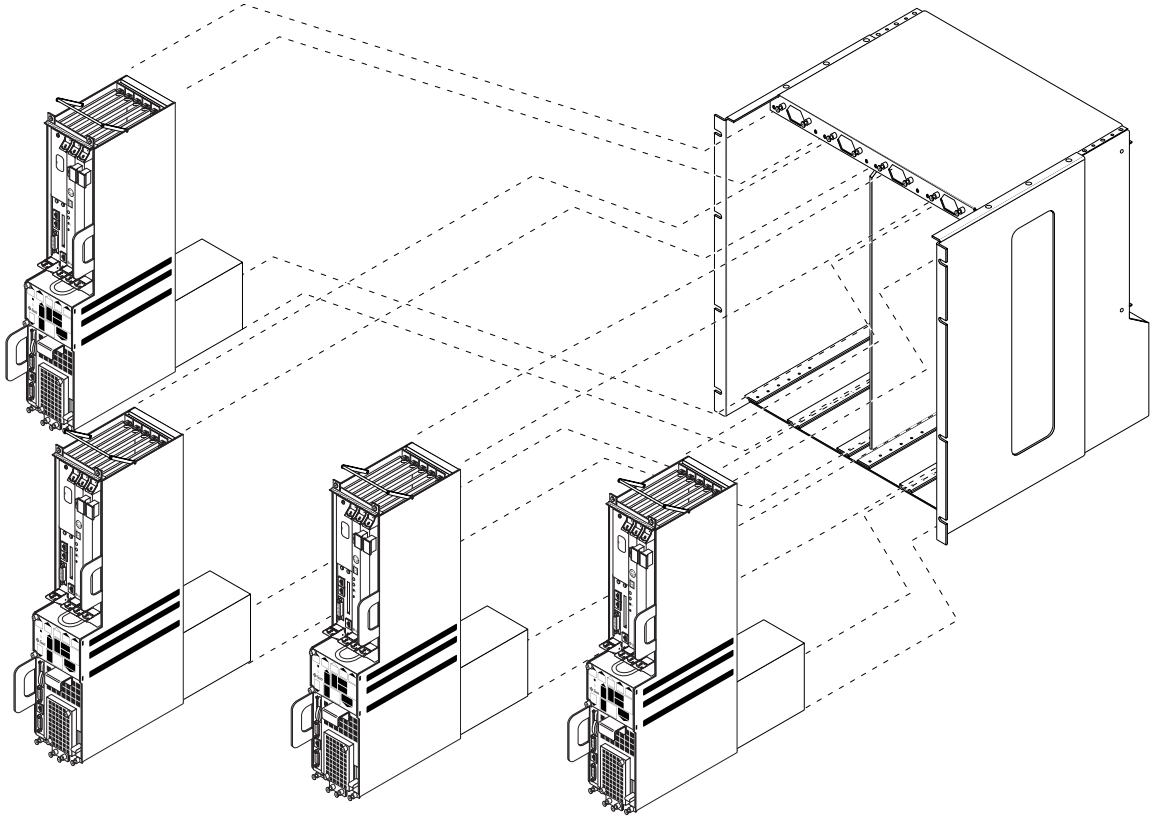

图 1-11 机箱中装有四台 Netra ct 400 服务器
- 一到四台 Netra ct 400 服务器（图 1-11）